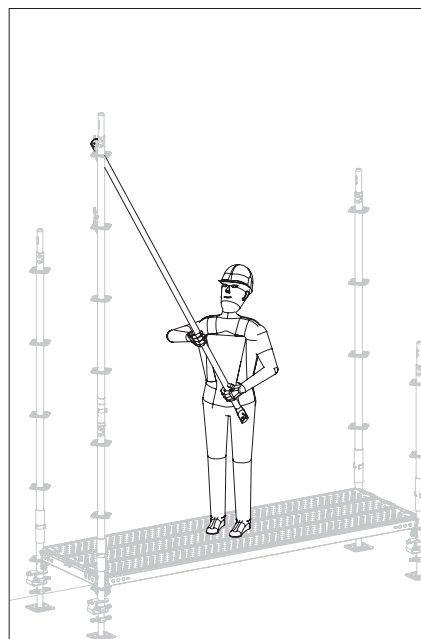

Fig. A5.09a
- Il montaggio può essere effettuato anche in posizione di avanzamento e doppio avanzamento con corrente parapetto e corrente intermedio. (Fig. A5.09a + A5.09b)